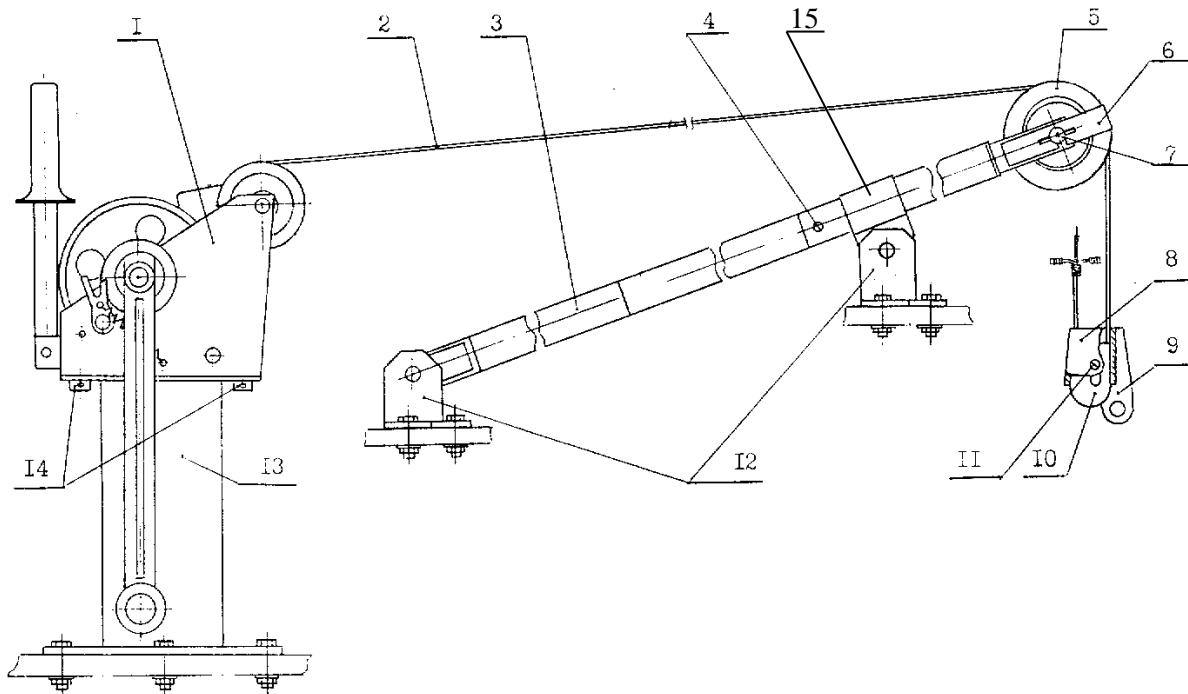

Рис. 5.1
5.1 Лебёдка (рисунок 5.1) состоит из вьюшки 1, двух стоек 13 и стрелы 3. Стойки являются неподвижной основой вьюшки и крепятся к ней болтами 14. На барабан вьюшки намотан стальной канат 2 с токопроводящей жилой, свободный конец которого переброшен через врачающийся ролик 5 стрелы. На конце каната закреплен карабин 8, к серье 9 которого подвешиваются гидрологические приборы. Стрела устанавливается по месту с помощью двух опор 12 и обоймы 15.
5.5 Стрела лебёдки (см. рисунок 5.1) выполнена разборной и состоит из двух секций, соединяемых между собой винтами с конусообразной головкой 4, входящих в комплект стрелы. Для предохранения от самопроизвольного сбрасывания каната с ролика стрелы имеется откидывающаяся скоба 6. Ее положение фиксируется барашком 7.
8.2. Подвесить на серьгу карабина (см. рисунок 5.1) спускаемый гидрологический прибор. Подключить к сигнальному контакту прибора токопроводящую жилу каната лебёдки. Заизолировать при необходимости место контакта.